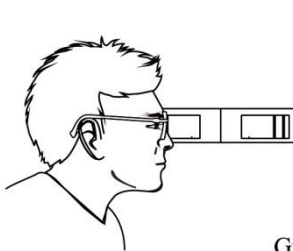

Fig. 9a
- O oftalmologista faz a inspe ção em pé ao lado do testado, e este fica preferencialmente posicionado contra a luz. Coloque o instrumento no nível horizontal (veja a Fig.9a) e direcione a marca guia na parte superior da c órnea do testado.